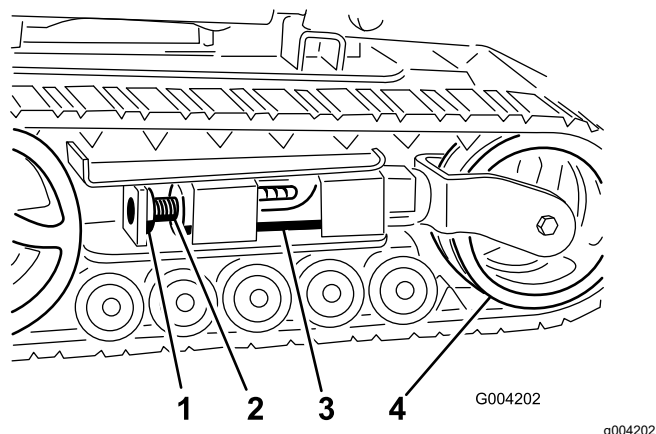
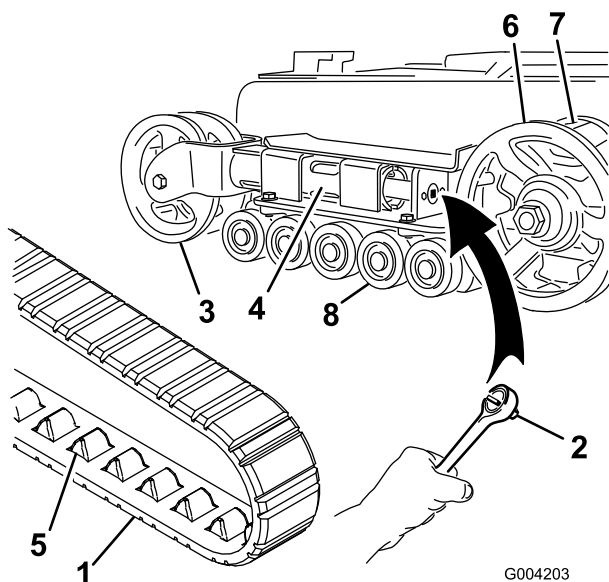
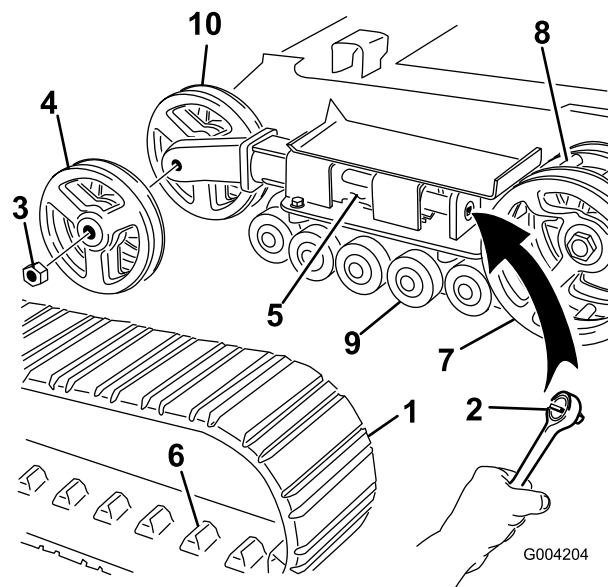

Figura 47
Figura 48
Figura 49
4. Togliete il bullone di bloccaggio e il dado (Figura 47).
6. Allineare l'intaglio più vicino della vite di tensione al foro del bullone di bloccaggio e fissare la vite con il bullone di bloccaggio e il dado (Figura 47).
Nota: Avete cingoli a larghezza ridotta se le ruote di tensione anteriori sono montate all'interno di una forcella all'estremità del tubo di tensione (Figura 48).
5. Utilizzando un cricchetto di trasmissione da 1/2", rilasciate la tensione di trasmissione ruotando la vite di tensione in senso orario (Figura 47 e Figura 48).
6. Spingere la ruota di tensione verso il retro dell'unità in modo da spostare il tubo di tensione contro il telaio (Figura 48).
8. Quando il cingolo è staccato dalla ruota di tensione, rimuovetelo dai denti di trasmissione e dalle ruote non motrici (Figura 48).
9. Avvolgete il nuovo cingolo iniziando dalla ruota conduttrice e controllando che i denti del cingolo si alloggino tra i distanziali della ruota stessa (Figura 48).
10. Spingere il cingolo sotto e tra le ruote non motrici (Figura 48).
Nota: Avete cingoli a larghezza ridotta se le ruote di tensione anteriori sono montate sui lati dell'estremità del tubo di tensione (Figura 49).
5. Utilizzando un cricchetto di trasmissione da 1/2", rilasciate la tensione di trasmissione ruotando la vite di tensione in senso orario (Figura 47 e Figura 49).
6. Spingere la ruota di tensione verso il retro dell'unità in modo da spostare il tubo di tensione contro il telaio (Figura 49).
7. Togliere il dado di fissaggio della ruota di tensione esterna e rimuovere la ruota (Figura 49).
8. Togliere il cingolo (Figura 49).
9. Togliere il dado di fissaggio della ruota di tensione interna e rimuovere la ruota (Figura 49).
13. Montare la ruota di tensione interna e fissarla con il dado tolto in precedenza (Figura 49).
15. Montare il nuovo cingolo, accertandosi che gli attacchi del cingolo si inseriscano tra i denti al centro della ruota conduttrice (Figura 49).
16. Montare la ruota di tensione esterna e fissarla con il dado tolto in precedenza (Figura 49).
6. Collocare il tappo ingrassato della ruota non motrice sulla testa del bullone (Figura 48).
7. Fissare il tappo della ruota con l'anello elastico (Figura 48).